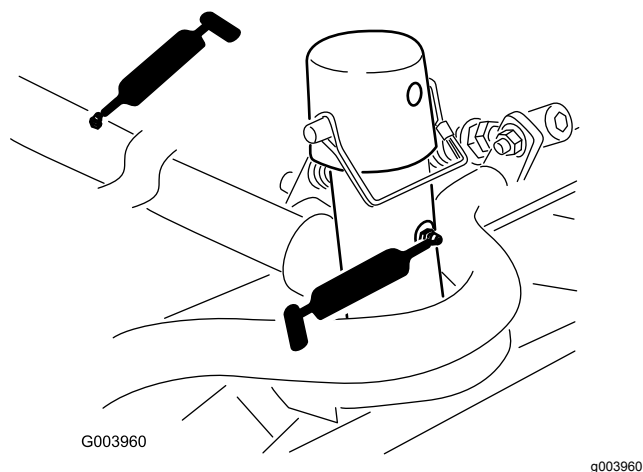

Figure 40
- Bâti porteur d'unité de coupe et pivot (x 2) (Figure 40)